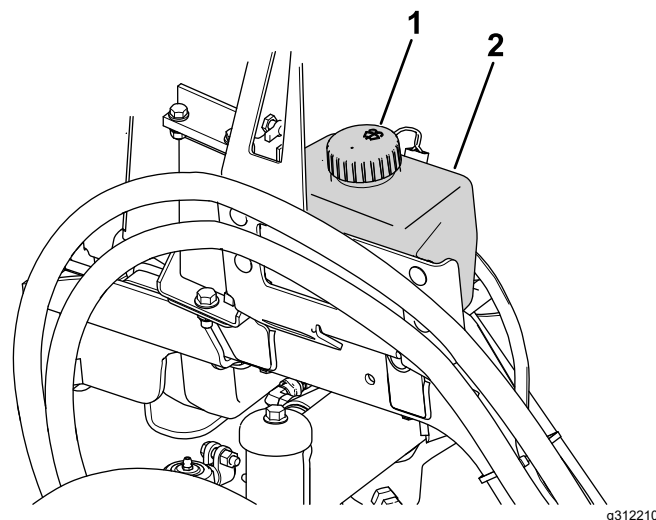

Figure 88
1. Enlevez le bouchon (Figure 88) du réservoir.